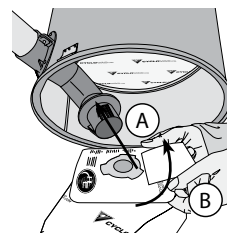

рис. 10
4. Проверить герметичность соединения фильтр-пакета (рис. 10-A). Повернуть фильтр-пакет на 20° (рис. 10-B) и убедиться, что выступы на переходнике фильтр-пакета вышли из пазов кольца фильтр-пакета;